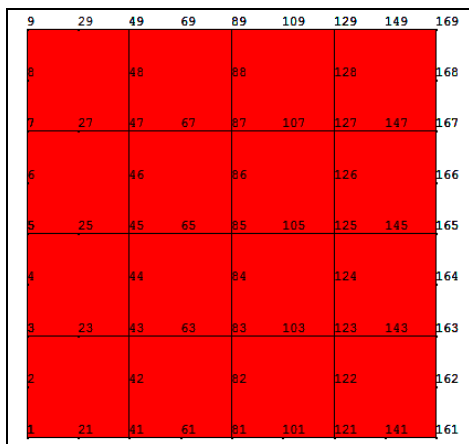

图 13-34 第二次复制单元显示
⑤复制单元：Main Menu > Preprocessor > Modeling > Copy > Elements > Auto Numbered，弹出“Copy Element Auto-num”拾取菜单，用鼠标在屏幕上单击拾取屏幕上的所有单元（共 4 个），单击“OK”按钮，弹出“Copy Elements (Automatically-Numbered)”对话框，在“ITIME Total number of copies”后面输入 4，在“NINC Node number increment”后面输入 40，单击“OK”按钮，屏幕显示如图 13-34 所示。